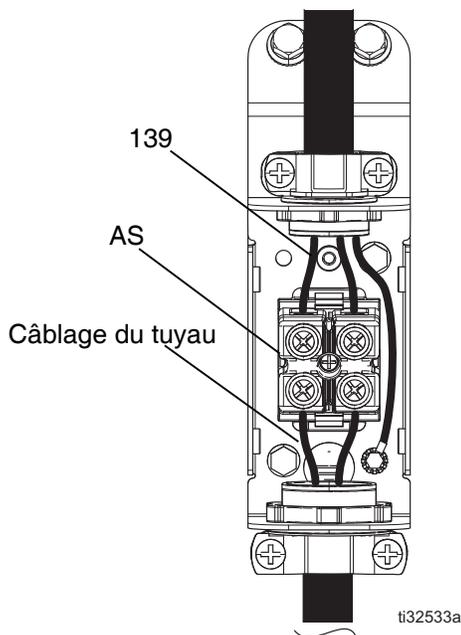

FIG. 70
2. Ouvrez la porte du coffret électrique (173) en desserrant les boulons (68) et en relevant la porte.
3. Éteignez le disjoncteur CB5 et débranchez les fils du flexible dans le boîtier de raccordement électrique du flexible. Voir la FIG. 70, page 72.
- b. En présence de continuité, rebranchez les fils du flexible dans le boîtier de raccordement électrique. Voir la FIG. 70, page 72. Allumez le disjoncteur CB5. Fermer la porte du boîtier électrique (173) et serrer les boulons (68).